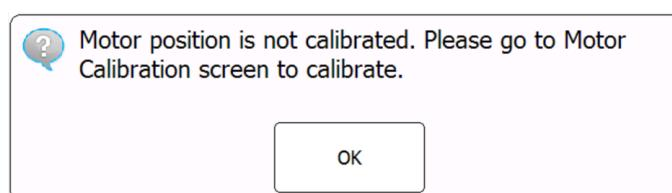

图 45 电机位置未校准时的通知
电机校准 (MC) 是一个步骤，用于指定每个插槽的光学模块扫描的每个孔的位置。仪器在提供时已完成了电机校准步骤，收到仪器后通常不需要再进行电机校准。但是，如果您在仪器触屏上看到一条通知，提醒您需要进行电机校准（图 45），请按 **OK (确定)**，然后按照屏幕上的提示进行操作。